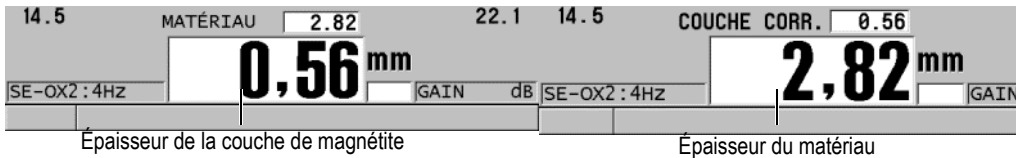

Figure 7-3 Sélection de la mesure à afficher en gros caractères
- c) Dans le champ **GROS CARACTRES**, sélectionnez la mesure à afficher en gros caractères dans l'écran de mesure (voir la Figure 7-3 à la page 113).